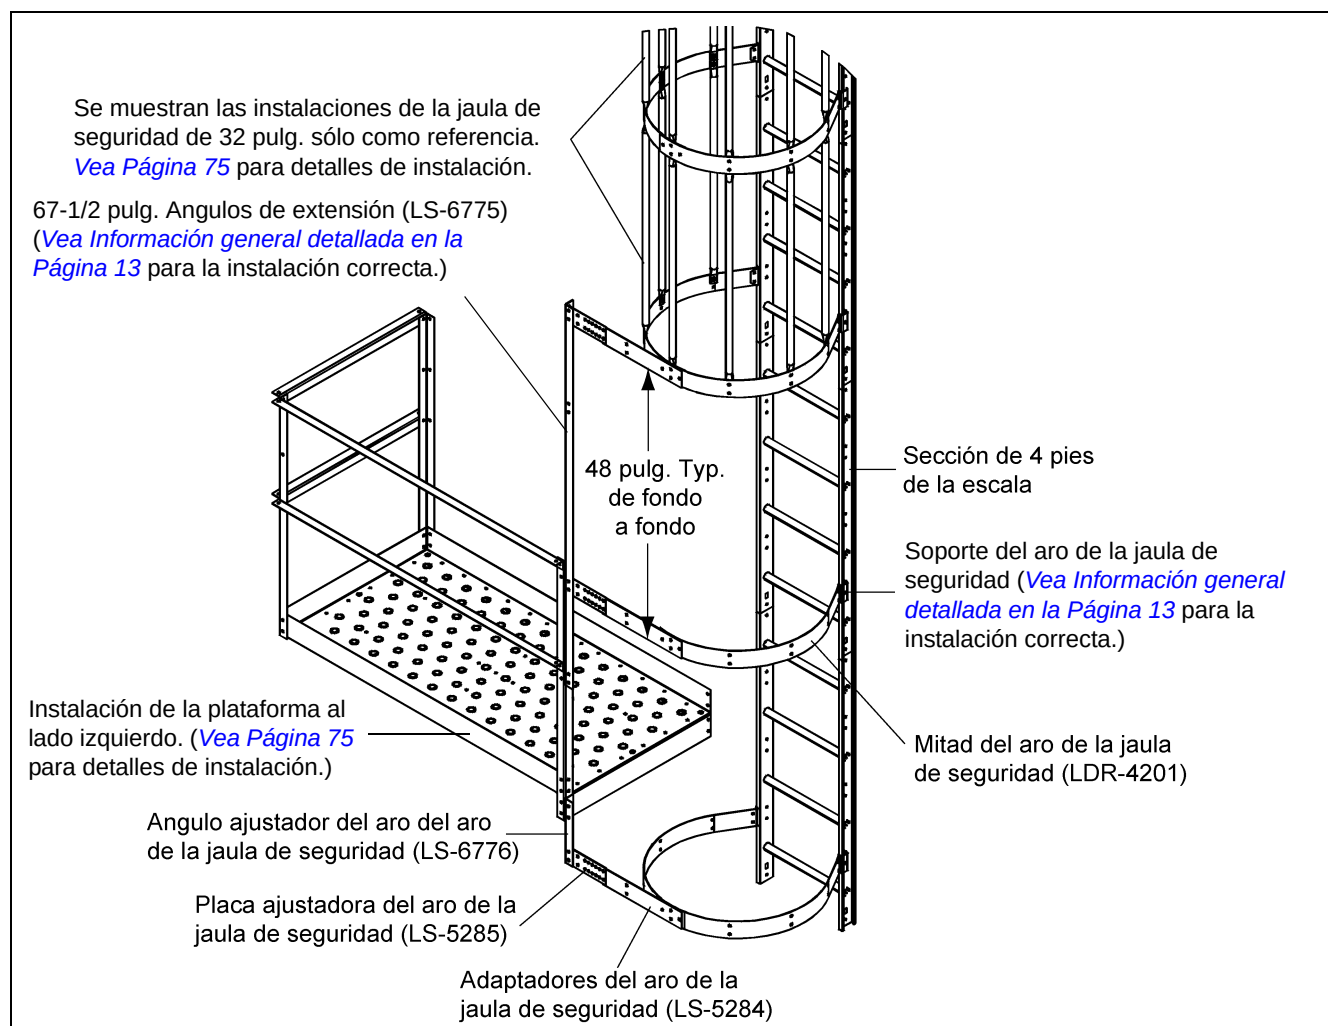

Figura 7T
Se necesitará una pre-instalación antes de conectar cualquier pieza a las escalas o a la plataforma. Conecte los soportes para la jaula de seguridad a la sección de la escala. (Vea la Información general detallada Página 13 para instrucciones sobre la instalación correcta.) Conecte con pernos las placas ajustadoras para el aro de la jaula de seguridad al ángulo de extensión como se muestra en la Figura 7T. Para la instalación del aro del medio, conecte con pernos los adaptadores para el aro de la jaula y únalos a las mitades de los aros de la jaula de seguridad utilizando los orificios correctos, según el diámetro del silo (Vea Página 73.) Asegúrese de utilizar los pernos de 5/16 pulg. x 1 pulg. con sus cabezas mirando hacia el interior de la jaula de seguridad. Conecte esta instalación a los soportes de la jaula de seguridad y a las placas ajustadoras del aro de la jaula. Apriete los pernos a medida que va avanzando. La instalación del fondo requiere de dos (2) mitades de aros y se ubicarán justo abajo de la plataforma como se muestra en la Figura 7T. Utilice el ángulo ajustador para el aro de la jaula de seguridad para afirmar las instalaciones de las dos (2) mitades del aro al ángulo vertical de entrada en la instalación de la plataforma. Para completar la instalación, asegure la instalación de la puerta de acceso de la plataforma con la instalación -ya existente- de la jaula de seguridad utilizando los adaptadores del aro de la jaula de seguridad como se muestra en la Figura 7T.